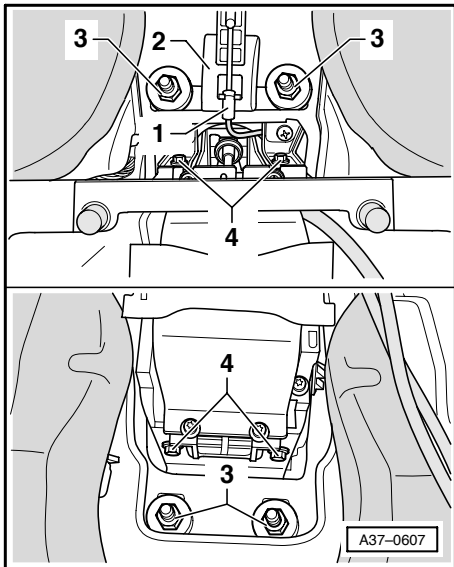

图 2 换挡操纵机构与中控台盖板安装位置的说明
- ◆ 请注意换挡操纵机构与中控台盖板安装位置的说明 ⇒ 图 2